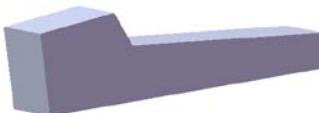
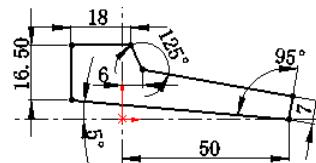

图 16.5.2 凸台一拉伸 1
图 16.5.3 横断面草图
Step2. 创建图 16.5.2 所示的零件基础特征——凸台一拉伸 1。
- (1) 选择命令。选择下拉菜单 **插入(I)** → **凸台/基体(B)** → **拉伸(E)...** 命令（或单击“特征(F)”工具栏中的  按钮）。
- (2) 定义特征的横断面草图。
- ① 定义草图基准面。选取前视基准面作为草图基准面。
- ② 定义横断面草图。在草图环境中绘制图 16.5.3 所示的横断面草图。
- ③ 选择下拉菜单 **插入(I)** → **退出草图** 命令，退出草图环境，此时系统弹出“凸台一拉伸”对话框。